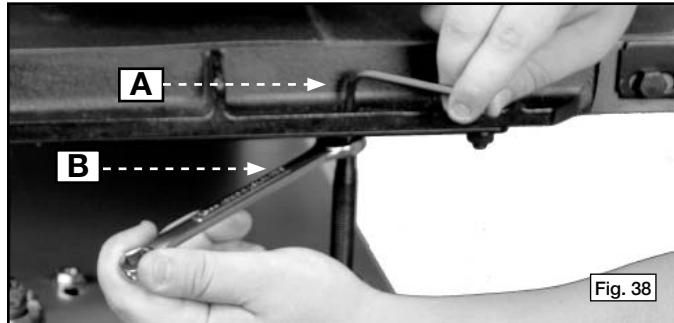
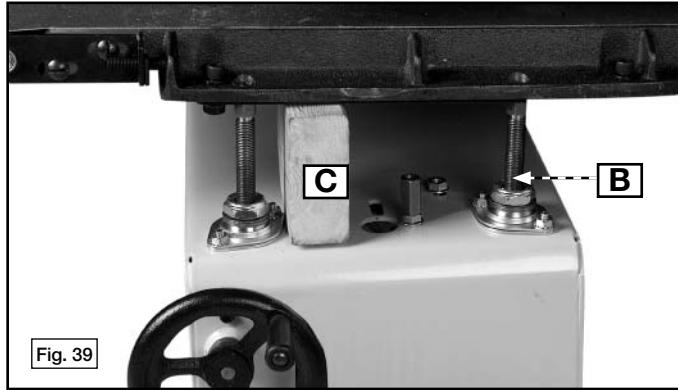
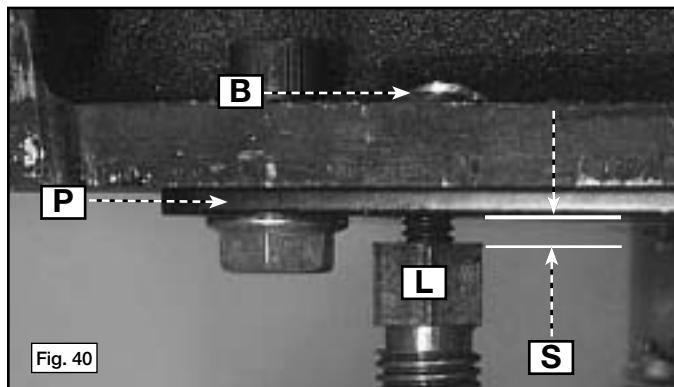
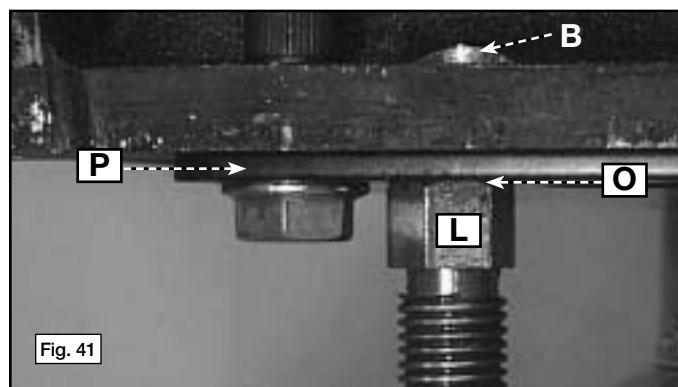

Fig. 38
Fig. 39
Fig. 40
Fig. 41
- Pour voir si la plaque de fixation de la table est montée à plat et parallèlement au tambour, utiliser une clé hexagonale de 4,8 mm (3/16 po) (A), Fig. 38, et une clé à fourche de 12,7 mm (1/2 po) (B) pour desserrer les quatre boulons hexagonaux qui attachent la plaque de fixation aux boulons d'élévation. Placer un bloc de bois (C), Fig. 39, d'environ 19 mm (3/4 po) de largeur sur 50 à 75 mm (2 à 3 po) de hauteur sous la plaque de fixation de la table, à la base de l'appareil, à côté de l'un des boulons d'élévation. Tourner le boulon d'élévation vers le haut ou vers le bas jusqu'à ce que la plaque de fixation passe le bloc. RÉPÉTER le test d'écartement à chacun des trois autres boulons d'élévation. Leur écartement devrait varier d'au plus 0,40 mm (1/64 po) (O), Fig. 410.
- Avec la clé de 12,7 mm (1/2 po) et une clé hexagonale de 4,8 mm (3/16 po), desserrer le boulon à pans creux droit avant (B), Fig. 38, de quatre tours complets (S), Fig. 40. Tourner le boulon d'élévation dans le sens horaire jusqu'à ce qu'il ne touche plus la plaque (P), Fig. 40. Tourner ensuite le même boulon dans le sens antihoraire jusqu'à ce qu'il touche la plaque de fixation sans la soulever (O), Fig. 41. Tenir le boulon d'élévation (L), Fig. 41, avec la clé de 12,7 mm (1/2 po) pour l'empêcher de tourner. Serrer le boulon à pans creux (B) avec la clé hexagonale de 4,8 mm (3/16 po).
- Aceite los cojinetes de empuje de los tornillos de la mesa de alimentación [Consulte (T) Fig. 41].